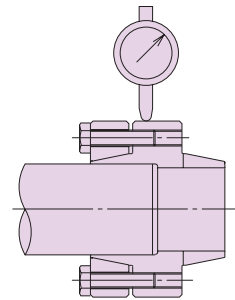

図 1
- ① カップリングを締結した軸は、カップリングのボディの中央フランジ外周部にダイヤルゲージをあてます。この軸を回転させ振れを読み取り 3/100 以内にしてください。（図 1）
- ② 次に他方の軸にダイヤルゲージをあてて、この軸を回転させ振れを読み取り 3/100 以内にしてください。
- (4) ダイヤルゲージの振れが共に規格値内であることを確認して、